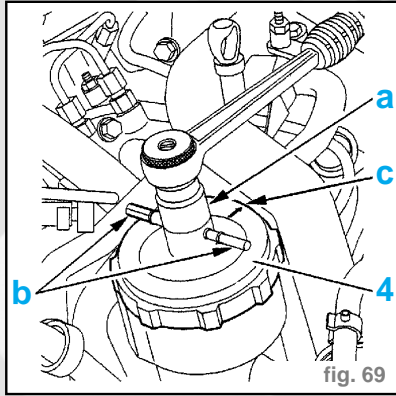

fig. 69
- Reposer le filtre à carburant (5).
- l'élément filtrant neuf (6), le positionner correctement
- la rondelle ondulée (7)
- le couvercle (4)
Attention : Positionner le couvercle (4) et les conduits (b) perpendiculaires au moteur (repère "c" situé côté filtre à air) (fig. 69).
- Appliquer une pression sur le couvercle (4) et desserrer simultanément d'un quart de tour.